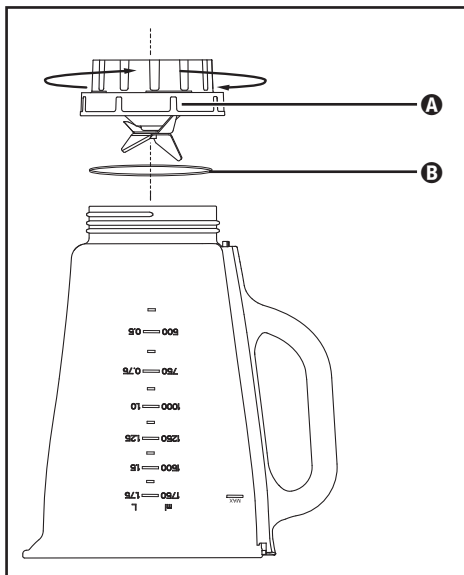

Fig. 3
- 2) Așezați aparatul cu capul în jos și rotiți componenta **A** cu cuțitele **4** în sens antiorar, astfel încât să se poată desprinde de recipientul de amestecare **3** (a se vedea fig. 3).